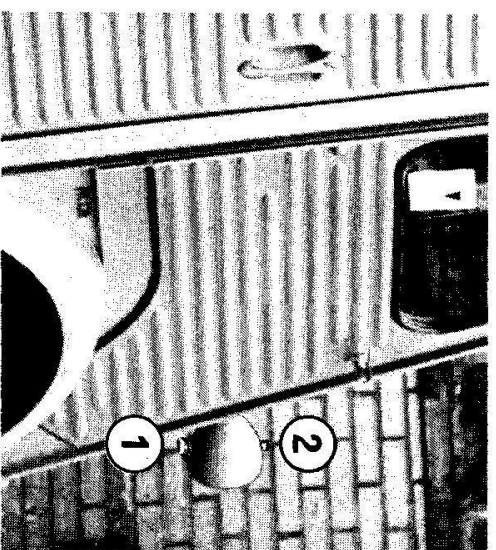

Fig. 27
(Fig 27)
(Fig 27 og 28)
- træk lygteglasset ud ved at frigøre fjederlåsen (Fig 27) vip lygteglasset tilbage og frigør de nederste holdere Udskiftning af pæren:
- afbryd det sorte plastkontaktstykke (3) med de strømførende ledninger
- husk at vippe fjedrene (4 og 5) på plads igen og tilslutte kontaktstykke (3)